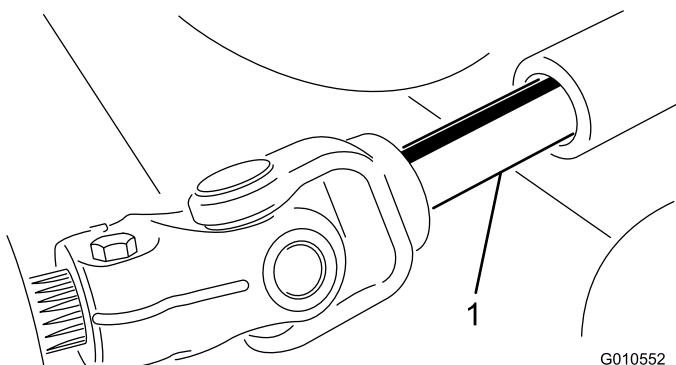

図 25
5. PTO シャフトのオスメスの接続部分を解除して、カッティングユニットをトラクションユニットから引き出す図 25。
3. オスの PTO シャフトとメスの PTO シャフトを接続する 図 25。